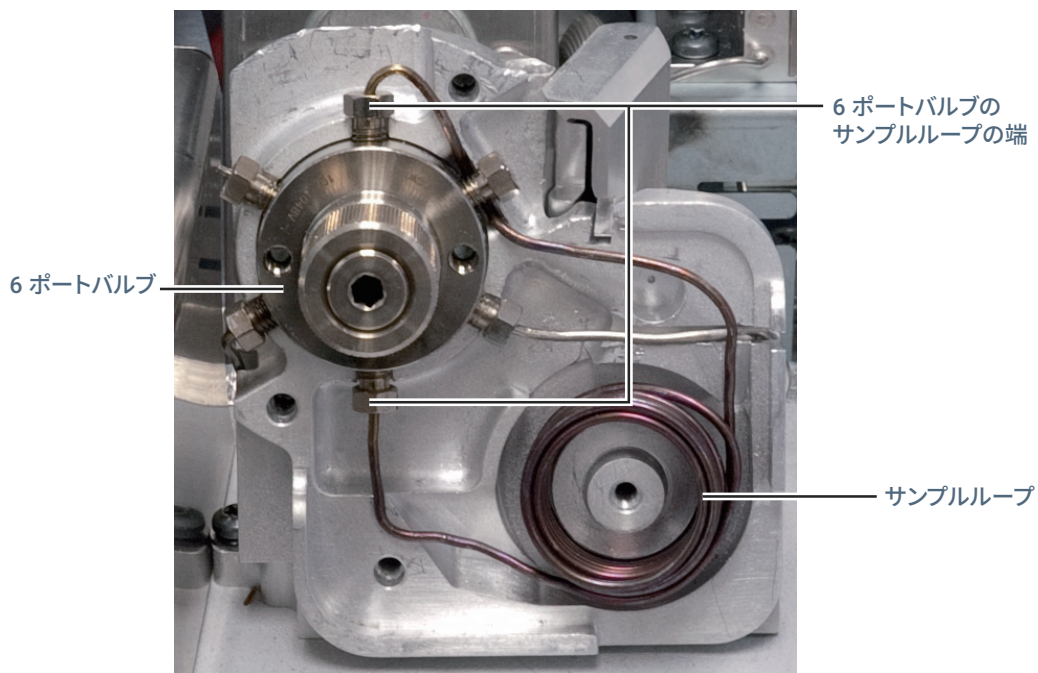

図 19. 6 ポートバルブからのサンプルループの切り離し
- 7 1/4 インチスパナを使用して、6 ポートバルブからサンプルループを取り外します (図 19)。
- 9 サンプルループを取り外します (図 19)。緩めたサンプルプローブのフィッティングを引き出して、サンプルループの配管をその下に滑り込ませます。